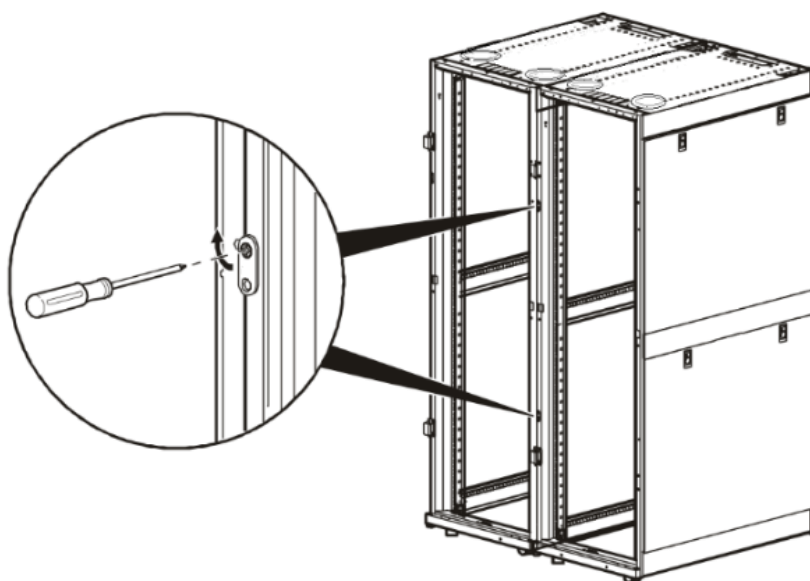

Рисунок 7. Соединение шкафов.
1. Дверцы шкафа снимать не требуется. Скоба для соединения шкафов друг с другом, а также винты и гайки из набора крепежа должны быть доступны с тыльной стороны при полностью открытых задних дверцах. Переднюю дверцу следует открывать примерно на 90 градусов до тех пор, пока отверстие на краю передней дверцы не совместится с винтом, используемым для фиксации скобы для соединения шкафов друг с другом (см. Рисунок 7).